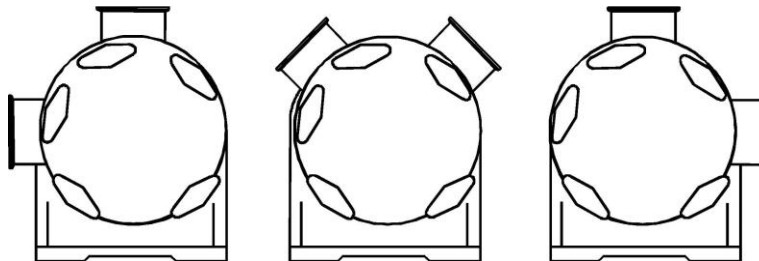

Abbildung 2 – Stutzenstellung
2. Die Stutzen der Saug- und Druckseite des Pumpengehäuses stehen immer in 90° zueinander. Jedoch kann das Pumpengehäuse in 45° Schritten gedreht werden, um der gewünschten Stutzenstellung und den Prozessanforderungen zu genügen. In Abbildung 2 sehen Sie die drei Stutzenstellungen und auf Seite 21 eine Anleitung zum Drehen des Pumpengehäuses.